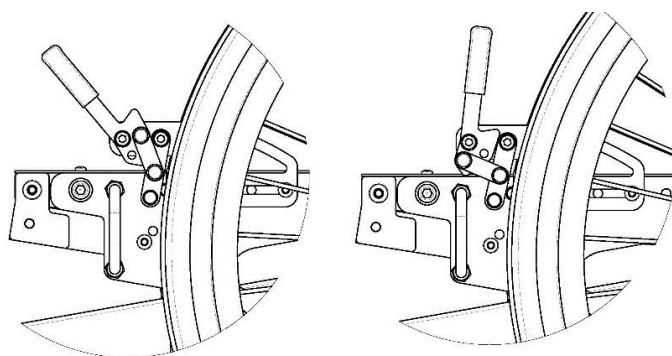

Fig. 15 Standard hjulbremse i låst/ulåst position.
2. For at deaktivere hjulbremsen (fig. 15 til højre) trækkes håndtaget mod hjulet, til bremsen frigives.